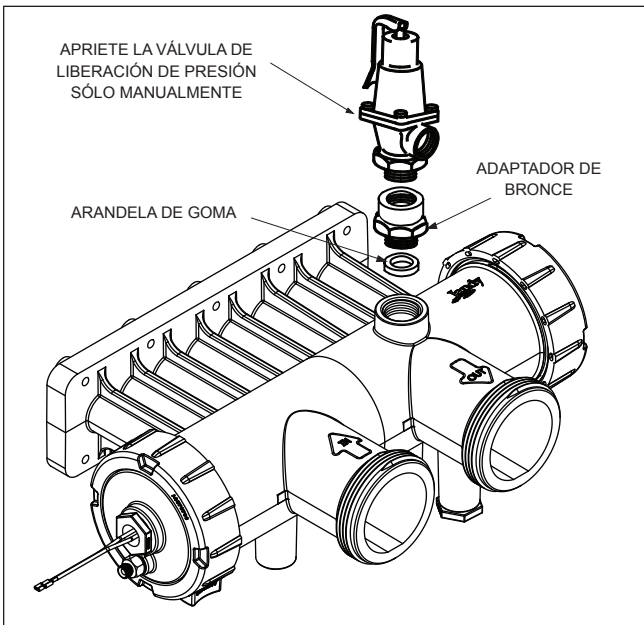

Figura 14. Instalación de la válvula de liberación de la presión
6. Instale la arandela de goma en el fondo del agujero (véase Figura 14).